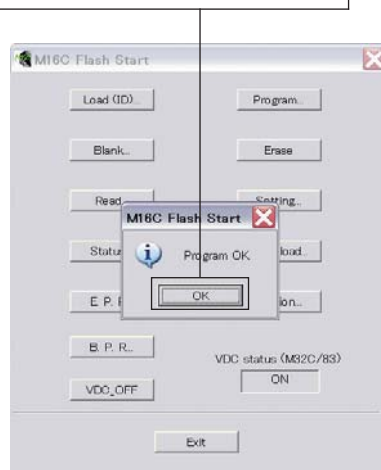

Fig. 6
7. When the program transmission is completed, the screen appears as shown below. (Fig. 6)
Click [OK] to end the procedure. (Fig. 6)
7. プログラムの送信が終了すると、下記の画面が表示されます。(Fig. 6)
[OK] をクリックして完了します。(Fig. 6)